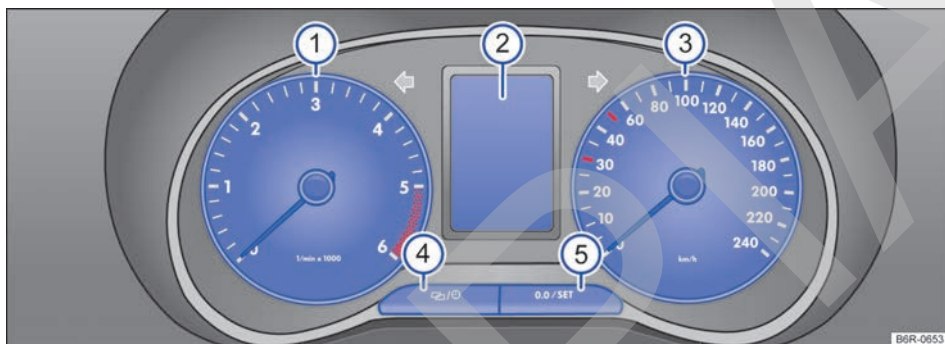
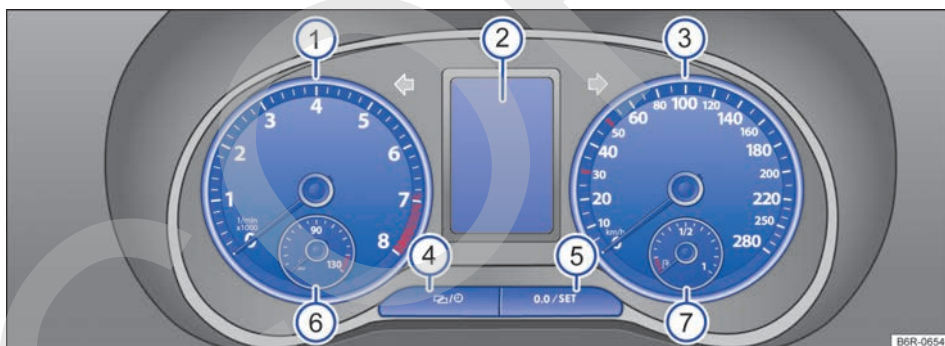

Fig. 45 Cuadro de instrumentos en el tablero de instrumentos: variante 1.
Fig. 46 Cuadro de instrumentos en el tablero de instrumentos: variante 2.
Explicaciones sobre los instrumentos → fig. 45 y → fig. 46:
En la pantalla del cuadro de instrumentos → fig. 45 ② o → fig. 46 ② puede mostrarse diversa información en función del equipamiento del vehículo: